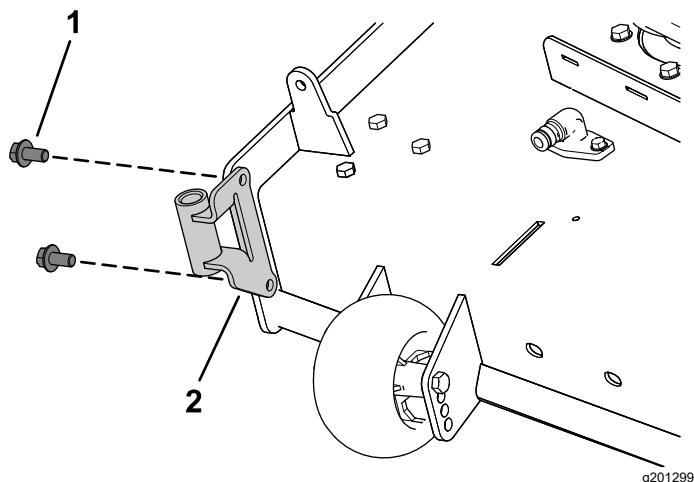

Figura 7
1. Instale el soporte del soplador en la carcasa de corte usando 2 tornillos de cabeza hexagonal con arandela prensada ($\frac{3}{8}" \times \frac{3}{4}"$), como se muestra en la Figura 7.